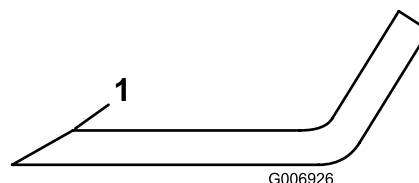

Figura 87
- Controllate i taglienti di tutte le lame. Se sono smussati o scheggiati, affilate la parte superiore del tagliente e mantenete l'angolo di taglio originale per garantire l'affilatezza (Figura 87).